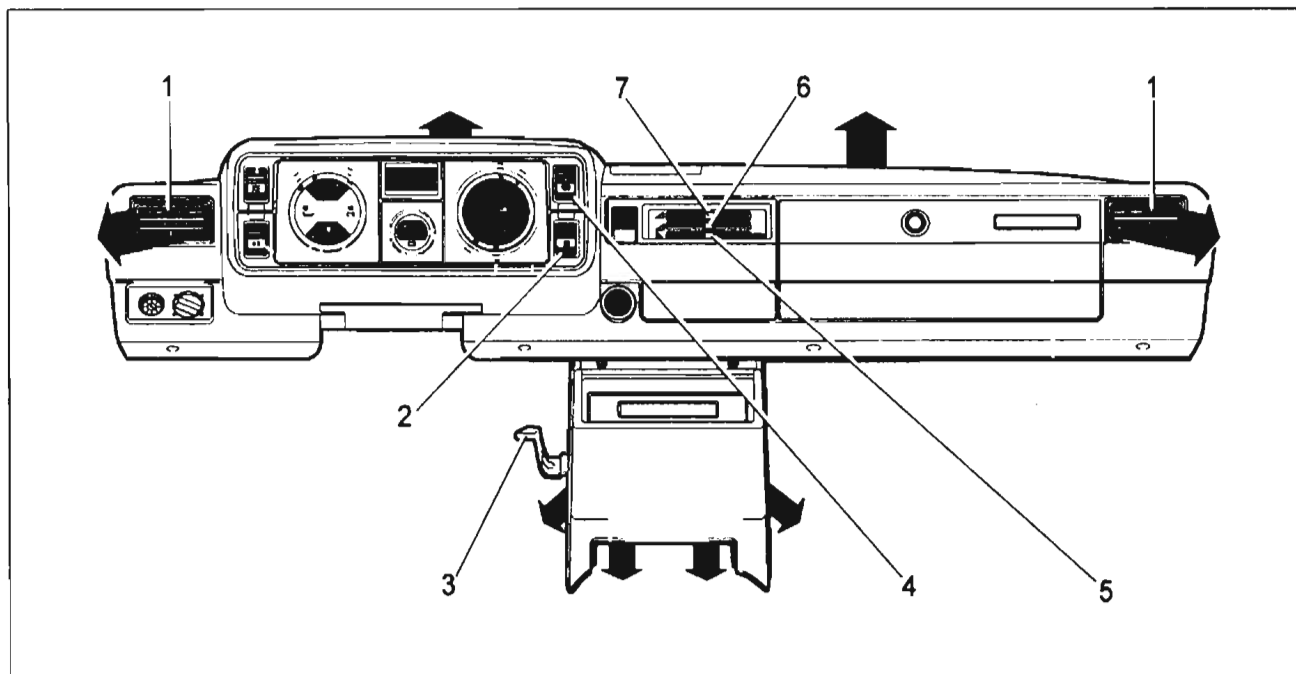

Рис. 25. Органы управления вентиляцией и отоплением салона 2105
- через верхние сопла на панели приборов, если переместить вправо распределительный рычаг 5 (рис. 25, 26) и рычаг 6 управления крышкой люка воздухопритока;